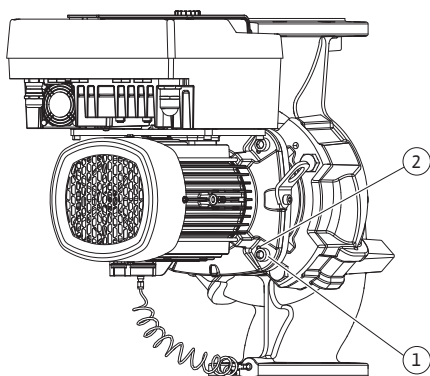

Fig. 10: Istiskivanje utičnoga kompleta putem provrta s navojem
- Istisnite utični komplet (vidi Fig. 4) s kućišta pumpe. Za to upotrijebite dva provrta s navojem (vidi Fig. 10). Za odvajanje dosjeda u provrta s navojem uvrnite vijke M10 prikladne duljine.
6. Istisnite utični komplet (vidi Fig. 4) s kućišta pumpe. Za to upotrijebite dva provrta s navojem (vidi Fig. 10). Za odvajanje dosjeda u provrte s navojem uvrnite vijke M10 prikladne duljine.